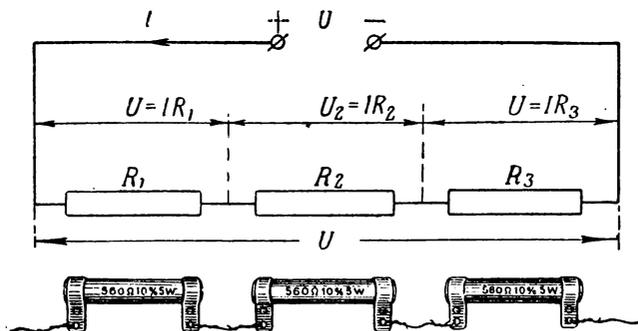

Рис. 20. Последовательное соединение резисторов
соединены в виде цепочки (рис. 20). За начало можно принять любой конец резистора.
При последовательном соединении резисторов **общее сопротивление всей цепи равно сумме сопротивлений ее участков** (рис. 20):
**Напряжение на зажимах цепи равно сумме падений напряжений на отдельных ее участках (рис. 20):**